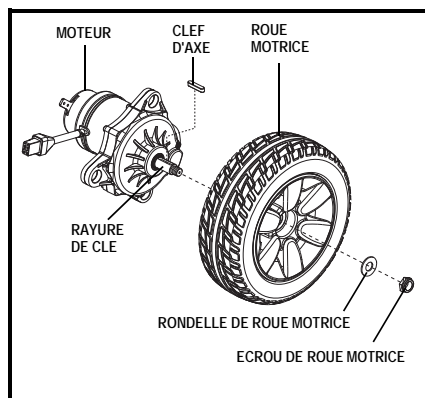

Figure 21. Roue motrice du Jazzy Select Elite
4. Retirez l'écrou et la rondelle de roue motrice sur l'essieu. Voir la figure 21.
8. Réinstallez la roue motrice, la rondelle et l'écrou sur l'essieu et serrez bien. Voir la figure 21.